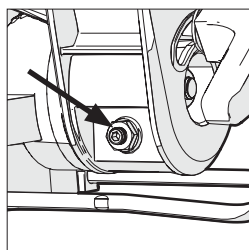

Fig. 10
- Slăbiți contrapiulița șurubului de reglare a unghiului cu o cheie de 10 mm și o cheie imbus de 3 mm (nefurnizate) (**Fig. 10**).